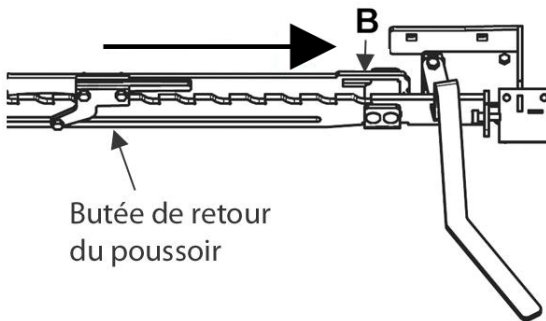

Figure 20 – Ajustement de la butée de retour du poussoir
1. Avant de mettre la dernière balle sur l'enrobeuse, ajustez la butée de retour du poussoir à la position la plus avancée de l'enrobeuse (Figure 20). Ainsi, la dernière balle sera poussée plus loin que le système X-Tractor.